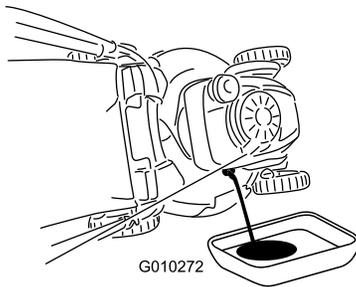

Bild 39
3. Kippen Sie den Rasenmäher seitlich (Luftfilter nach oben), um das Altöl über den Öleinfüllstutzen abzulassen (Bild 39).